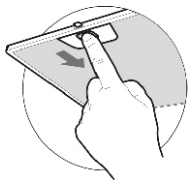

рис. 4
- перед установкой вытяжки снимите алюминиевый фильтр, для этого нажмите на пружинный замок на фильтре и потяните его вниз и на себя (рис. 4);
8.3 Для очистки алюминиевого фильтра извлеките его из вытяжки (рис.4). Произведите очистку фильтра с помощью щетки горячим водным раствором нейтрального моющего средства вручную или в посудомоечной машине (при 60°C). Сильно загрязненный фильтр не следует мыть в посудомоечной машине вместе с посудой. Старайтесь не сгибать фильтр при мойке. Возможное изменение цвета фильтра, с течением времени, не приводит к снижению эффективности его действия.